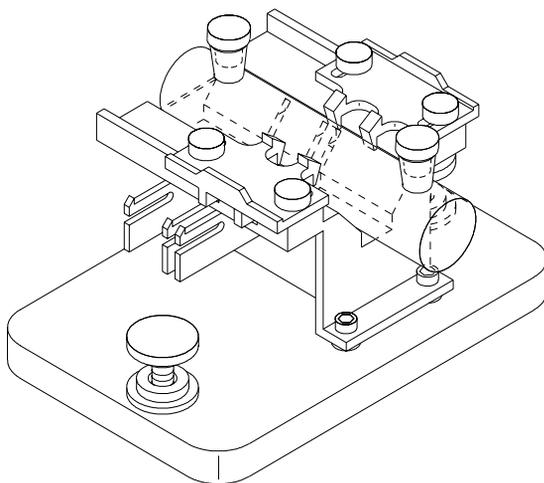

Figura 19 Celda cilíndrica de 10 cm instalada en el soporte de la celda de paso largo
- 5 Dejar que las abrazaderas se ajusten a la celda de la muestra; ver la Figura 19. Apretar los cuatro tornillos que mantienen la celda para la muestra en su lugar.